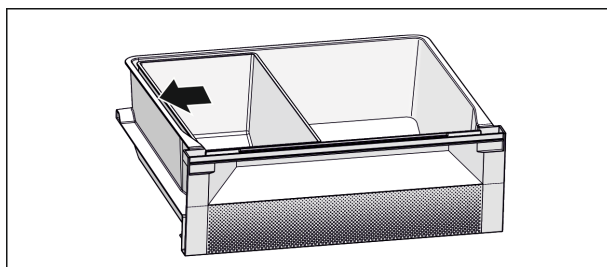

Fig. 7
- För optimal kylningsfunktion: Placera Fish & Seafood-delen enligt bilden (se Fig. 7) .